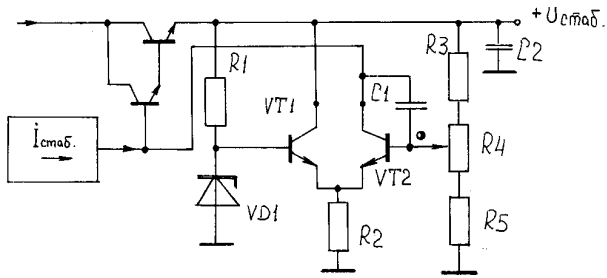

Рис.3
- Учти, студент, что в действительности этот "веник" входных характеристик расположен еще теснее - обтесывал практиканта Вася Ка - Зе. - И потом, поскольку (см. рис.3) коллекторы транзисторов VT1 и VT2 "привязаны" к выходному, стабилизированному напряжению, то в этом случае никаких существенных изменений в отношении $U_{кз}$ просто - напросто не будет!